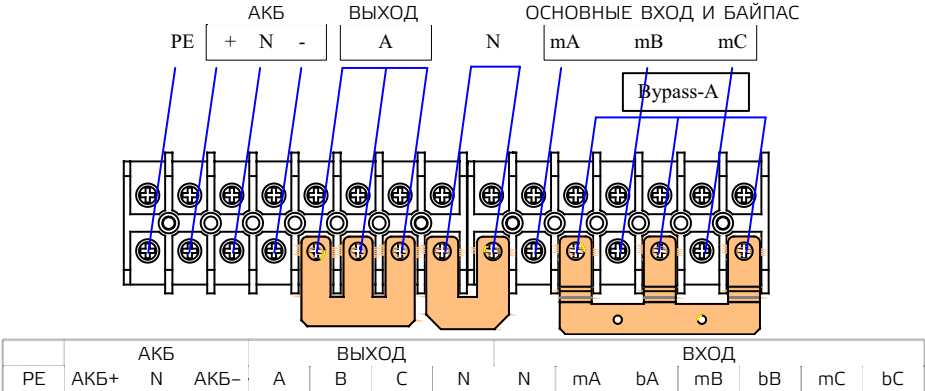

Рис. 3-12 3 фазы на входе, 1 фаза на выходе, раздельное питание на входе
- Используйте медную шину №3 для соединения bA, bB и bC; используйте медную шину №4 для соединения ВЫХОД A/B/C; и используйте медную шину №5 для соединения ВЫХОД-N и ВХОД-N, как показано на рис. 3-12.